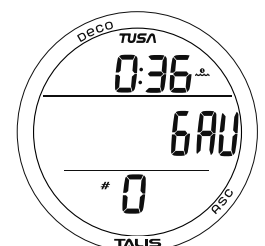

Abb. 3 - GAUG-MODUS-
- >> GAUG (digitaler Tiefenmesser) (Abb. 3) für Tauchgänge ohne Stickstoff-Sauerstoff-Berechnungen.